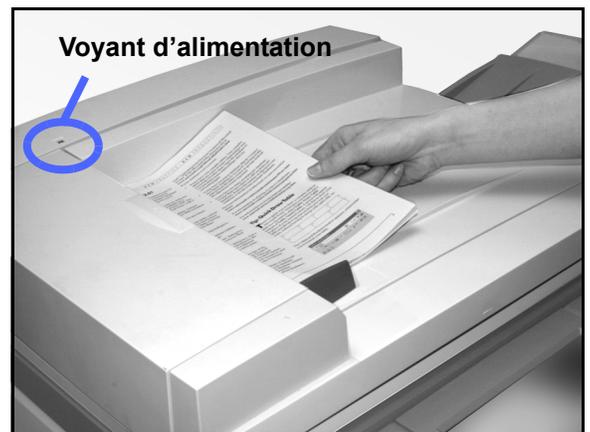

Figure 5 : Mise en place d'un document dans le chargeur
- Si le système est doté d'un chargeur automatique de documents, placez-y le document face dessus (voir la figure 5). Le voyant d'alimentation s'allume lorsque le document est en position. S'assurez que le guide papier est contre le document.